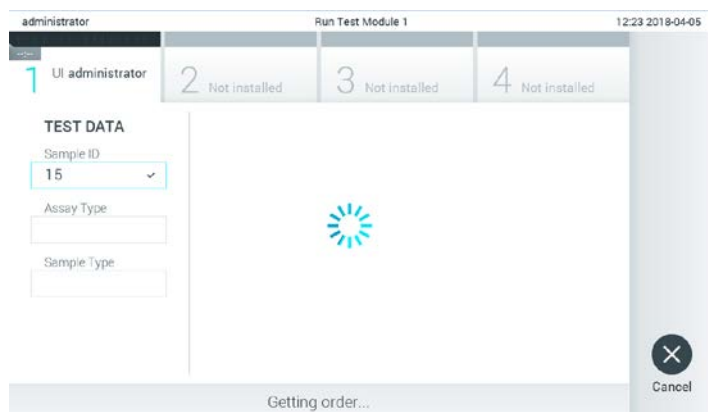

Abbildung 73: Anzeige beim Abrufen der Testanforderung
- Die Proben-ID wird an den Host gesendet und der QIAstat-Dx Analyzer 1.0 wartet auf eine Testanforderung. Die Meldung „Getting order...“ (Anforderung abrufen ...) wird angezeigt (Abbildung 73).